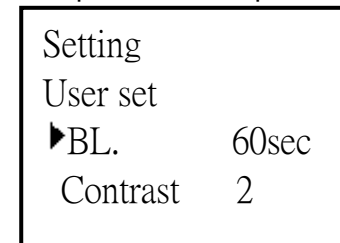

Рис. 22 Данные по пользовательским настройкам (отключение подсветки экрана)
- Выбрать и подтвердить «Client Setting» (Пользовательские настройки), см. Рис. 22.